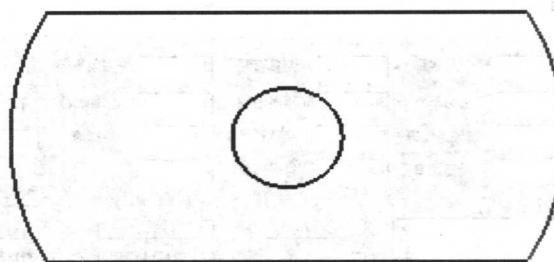

图 2.8 修剪后效果
⑤执行“回主功能表”|“M 修整”|“T 修剪延伸”|“单个物体”命令，结果如图 2.8 所示。